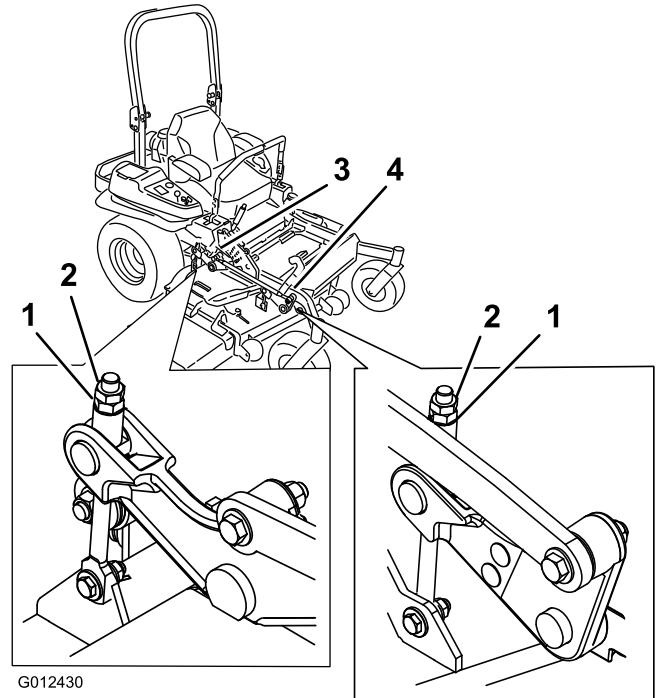

Figura 86
- Gire la tuerca de ajuste del conjunto de elevación de la carcasa delantera para modificar la altura (Figura 86).
16. Gire la tuerca de ajuste del conjunto de elevación de la carcasa delantera para modificar la altura (Figura 86).